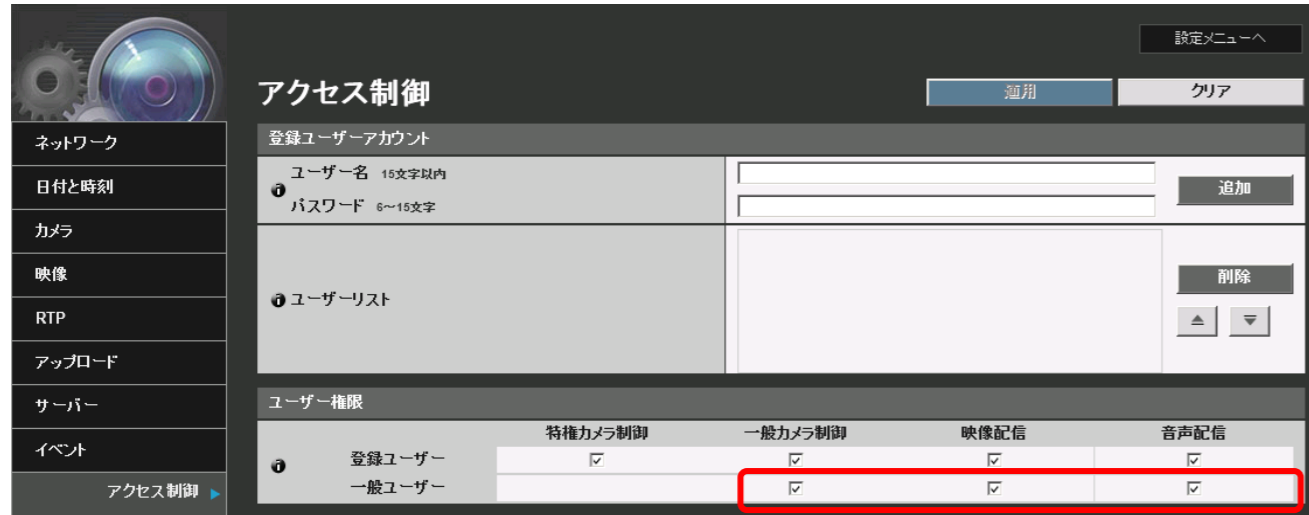

図3 ユーザー権限の設定
- (1) アクセス制御メニュー (またはユーザー管理メニュー) 内のユーザー権限において、一般ユーザーへ一般カメラ制御と映像配信を許可するチェックボックスから、チェックを外さないでください。(図3)